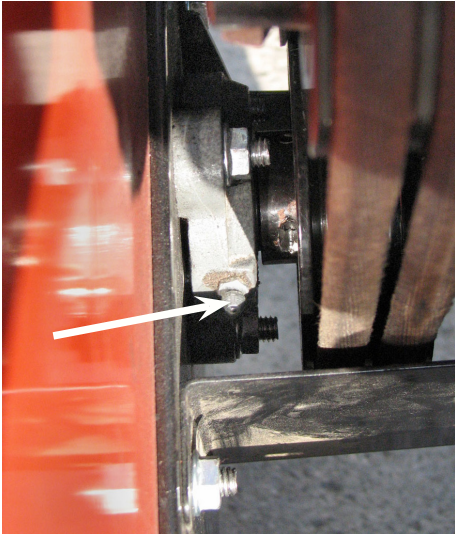

Figura 5.10, Boquilla de engrase del cojinete del lado del motor
1. Cojinete del lado del motor (Figura 5.10)